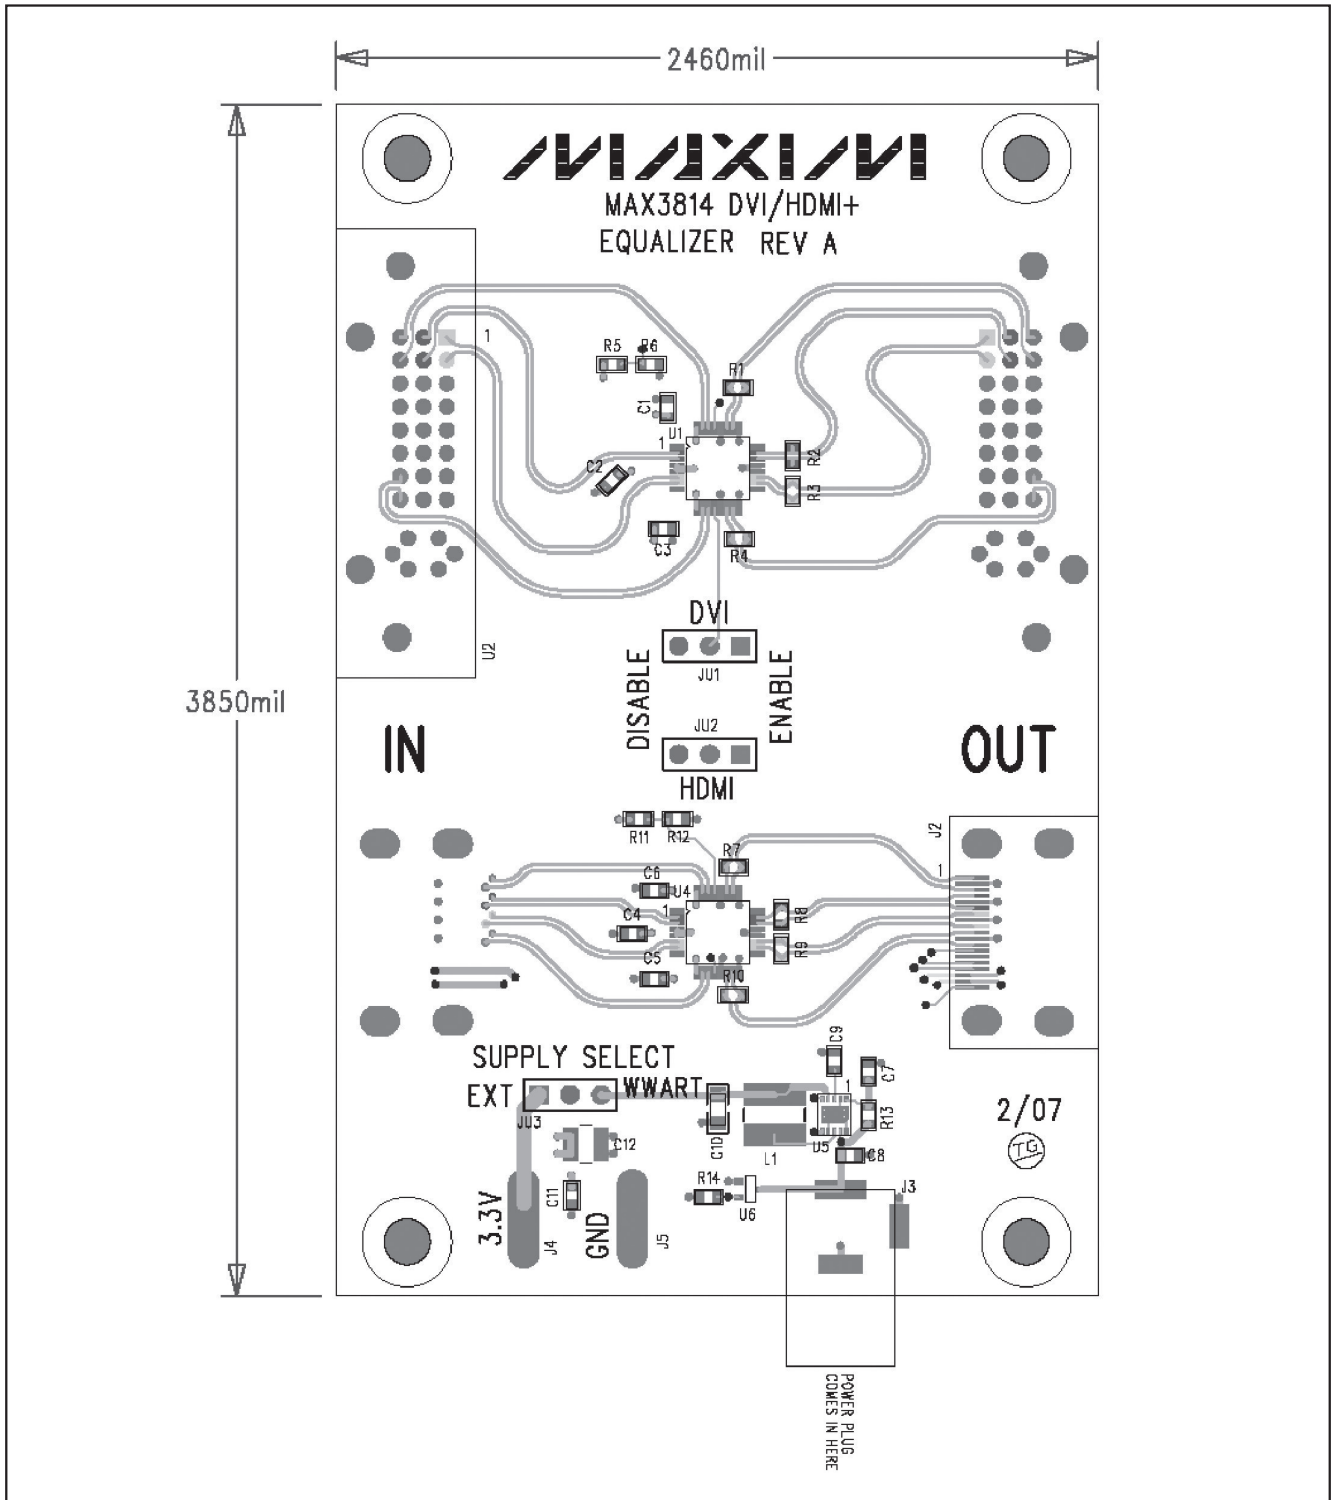

图2. MAX3814评估板装配图
- 2) 如果需要使用一个单独的3.3V电源，将电源选择跳线(JU2)移到“EXT”位置。然后，连接3.3V电源V_{CC}至J4 (3.3V)，将电源地连接到J5 (GND)，请参考图2。